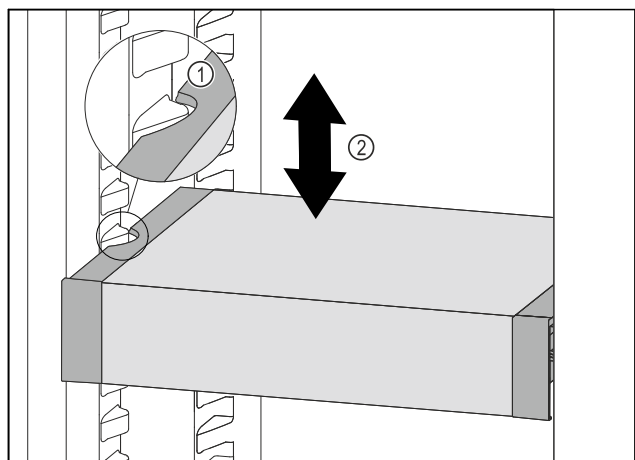

Fig. 167
- ▶ VarioSafe nach vorne ziehen, bis sich die seitlichen Aussparungen des VarioSafes auf Höhe der Behälterrippe im Kühlteil befinden. Fig. 167 (1)
- ▶ VarioSafe im Kühlteil nach oben oder unten bewegen, bis gewünschte Höhe erreicht ist. Fig. 167 (2)